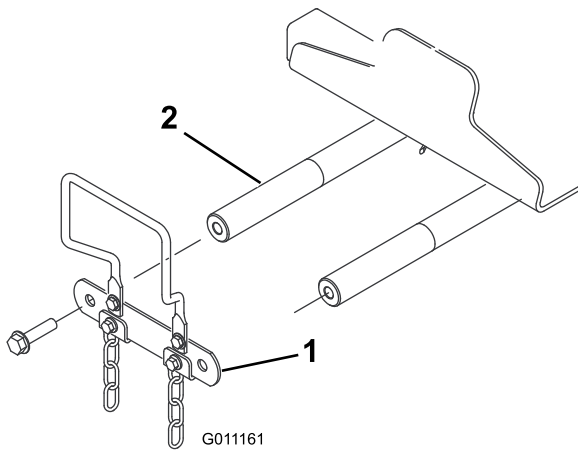

Figura 10
4. En la parte delantera de la máquina, retire los 2 tornillos de caperuza con arandela prensada (1/2" x 2") que fijan el tirante del eje pivotante a los ejes pivotantes del brazo de elevación y retire el tirante (Figura 10)